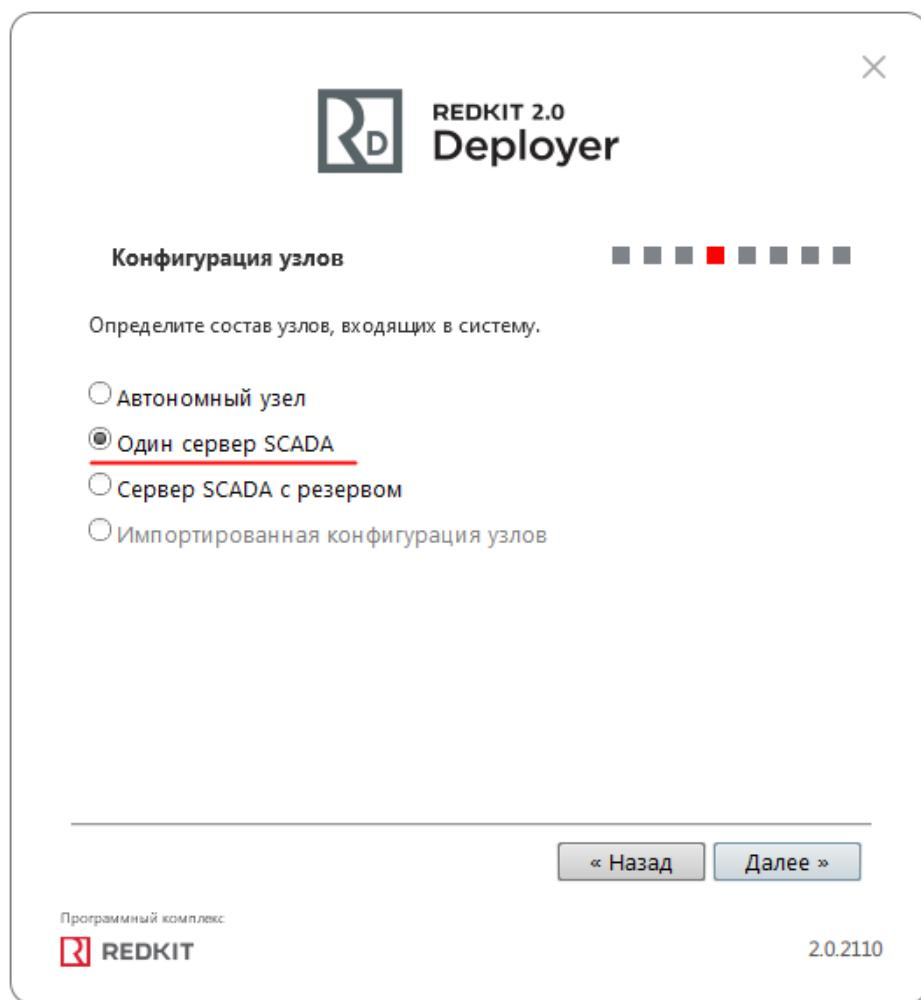

Рисунок 73 - Конфигурация узлов
11. Выберите конфигурацию узлов "Один сервер SCADA" и нажмите "Далее" (Рисунок 73).